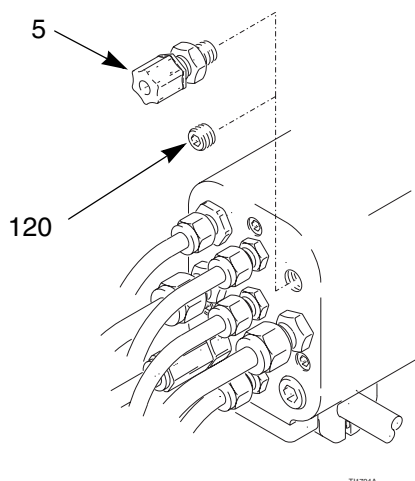

Fig. 9. Raccord du câble à fibres optiques
1. Ôter le bouchon (120) obturant le branchement du câble à fibres optiques et monter le raccord (5, fourni comme pièce détachée avec le pistolet). Voir Fig. 9.